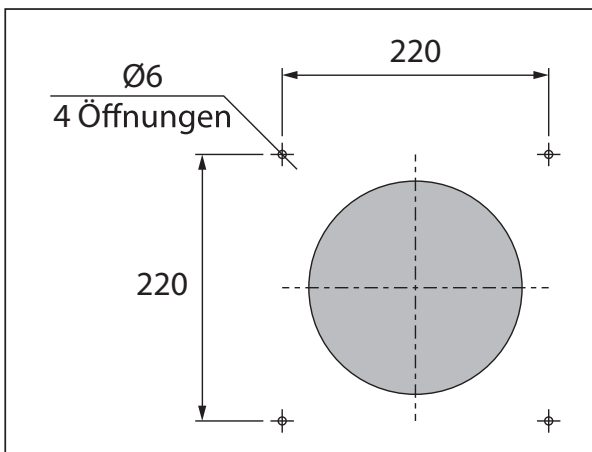

Abb. 13a.
- Abb. 13a - Modelle DAC50-COMFORT und DAC50-COMFORT Pro;